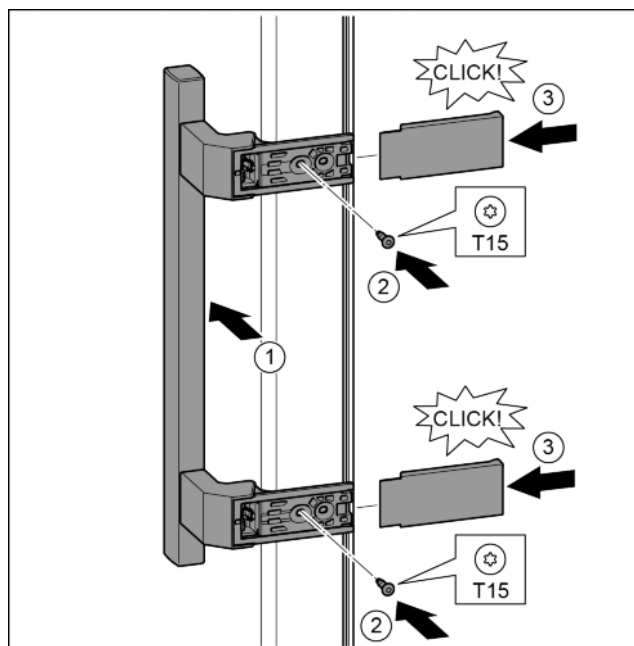

Fig. 17
- ▶ Griff auf der Gegenseite ansetzen. Fig. 17 (1)
- ▶ Schrauben mit Schraubendreher T15 festschrauben. Fig. 17 (2)
- ▶ Abdeckungen seitlich ansetzen und aufschieben. Fig. 17 (3)